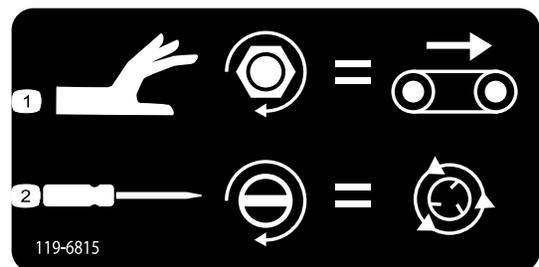

Figura 47
- Para ajustar la velocidad del Suelo (**Figura 47**), gire el pomo en el sentido de las agujas del reloj. Utilice la velocidad máxima del suelo del sistema operativo codificado por colores si no dispone de flujo hidráulico. Este ajuste resulta de utilidad si la tolva está llena de arena.
- Para ajustar la velocidad de los rotores (**Figura 47**), utilice un destornillador con cabezal plano para aumentar la velocidad de los rotores, girando el tornillo en sentido horario o para reducir la velocidad de los rotores, girando el tornillo en sentido antihorario.